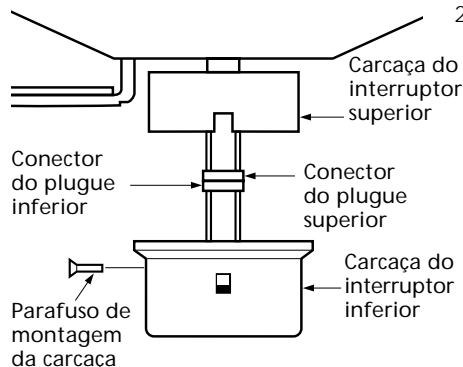

Figura 8e - Conexão de plugues e instalação da carcaça de interruptor inferior
1. Encaixe o conector do plugue superior do motor ao conector de plugue inferior no conjunto da carcaça do interruptor inferior. Veja Figura 8e.
2. Coloque o conjunto da carcaça do interruptor inferior sobre a carcaça do interruptor superior. Alinhe os furos dos parafusos laterais nas carcaças dos interruptores superior e inferior. Fixe a carcaça do interruptor inferior à carcaça do interruptor superior com três parafusos #6-32 x 3/8" do conjunto da carcaça. Veja Figura 8e.
7. Encaixe o conector do plugue superior do motor ao conector de plugue inferior no conjunto da carcaça do interruptor inferior. Veja Figura 8e.
8. Coloque o conjunto da carcaça do interruptor inferior sobre a carcaça do interruptor superior. Alinhe os furos dos parafusos laterais nas carcaças dos interruptores superior e inferior. Fixe a carcaça do interruptor inferior à carcaça do interruptor superior com três parafusos #6-32 x 3/8" do conjunto da carcaça. Veja Figura 8e.